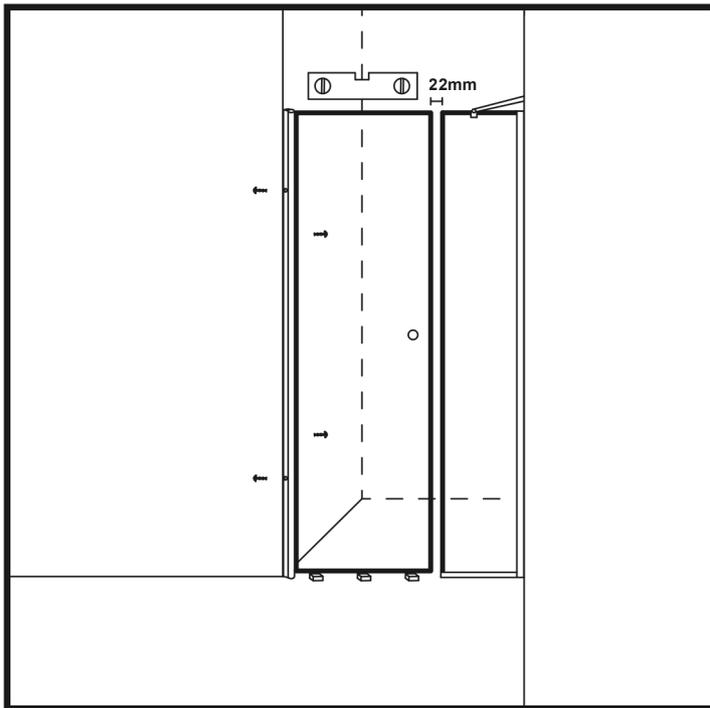

Abbildung 15
39. Stellen Sie sicher, dass das Glas in der richtigen Position innerhalb des Scharnierleistenprofils fixiert ist und dass der Rand des Glases gerade ist. (Abbildung 15)